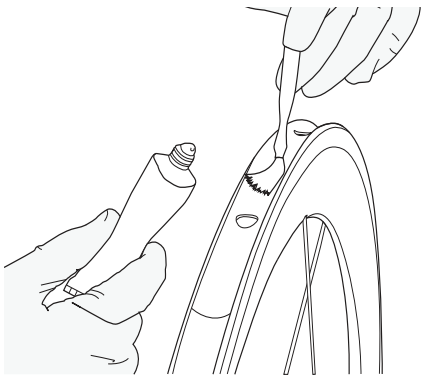

Ilustración 22. Aplique una ligera capa de pegamento al asiento del neumático de la llanta.
3. Aplique una ligera capa de pegamento al asiento del neumático de la llanta con el pincel para ácidos, de un borde a otro y a lo largo de toda la llanta (ilustración 22).